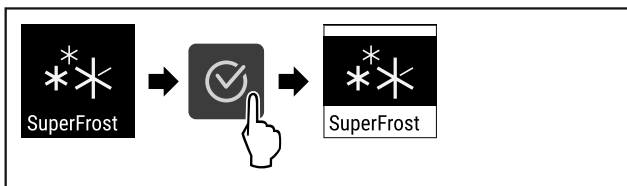

Fig. 65
- ▶ Провести етапи операцій (див. Fig. 65) .